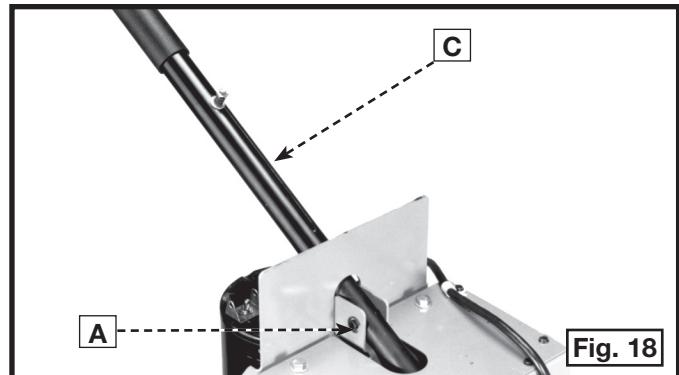

Fig. 18
2. Inserte el extremo del mango de operación (C) Fig. 18 en el montaje del cabezal de perforación y fije el mango en su lugar insertando la clavija conectora (que retiró en el **PASO 1**) en el orificio del extremo del mango. Reponga el anillo de retención (A).